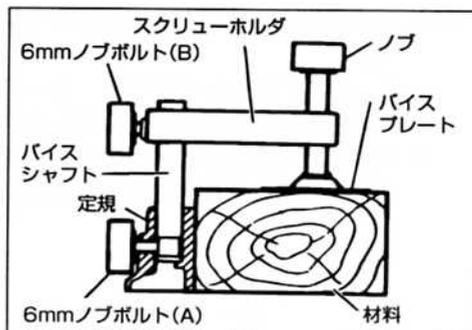

図20 (材料押え)
- 注) ・ヘッド部 (図1参照) を押し下げたとき、ヘッド部が材料押え (図20参照) に接触しないか確認してください。接触する時は6mmノブボルト (B) をゆるめ、接触しない位置に材料押えを移動し、材料を固定してください。
- (1) 材料押えは6mmノブボルト(A)をゆるめることにより、定規の左右に取付けられます。
- (2) 6mmノブボルト(B)をゆるめることにより、材料の高さにあわせスクリーホルダを上下に調節できます。調節後は6mmノブボルト(B)を締め、スクリーホルダを固定してください。
- (3) ノブをまわして、材料を固定してください。(図20)